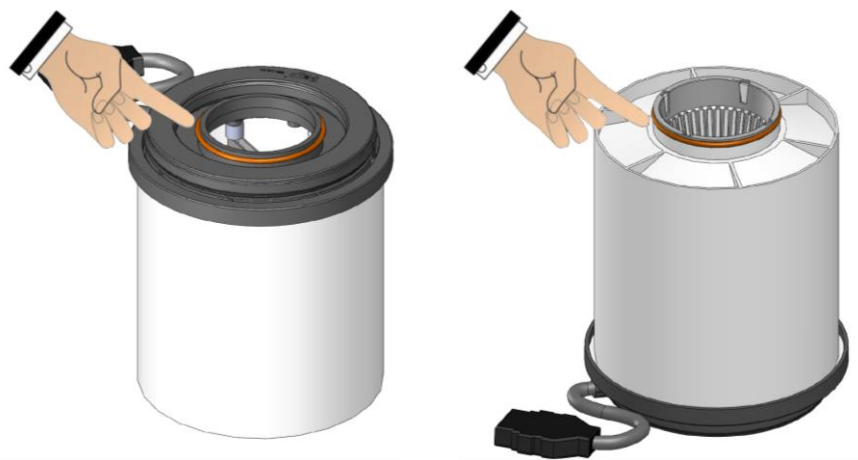

Fig. 34
- A. Vérifier avant l'insertion que les joints toriques fournis avec le nouveau cylindre sont en position (figure 34).